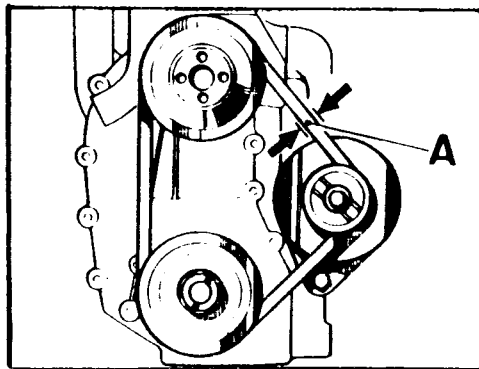

Fig. A1-25 Ajuste de la correa de accionamiento del alternador
- 2.1. Se invertirá del punto 1.5 al 1.1, ajustando el juego libre, A (Fig. A1-25) de la correa, de 10 á 12 mm. en el centro del tramo comprendido entre la - polea del ventilador y del alternador.